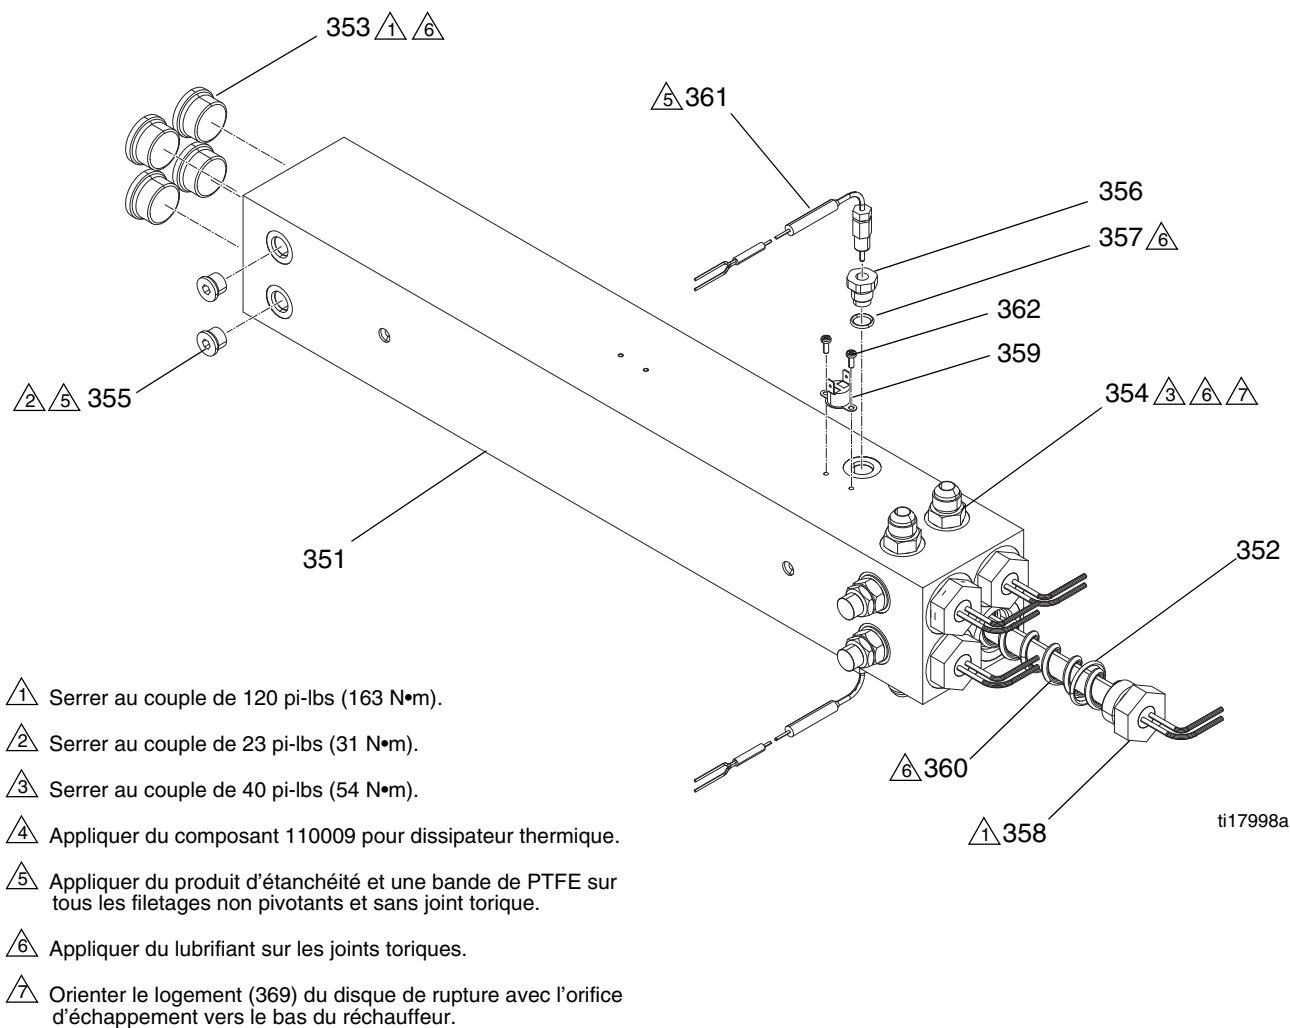

FIG. 7: Chauffage pour zone double (6 ou 10 kW)
5. Voir FIG. 7, page 32. Débranchez les fils conducteurs de l'élément du chauffage hors de la fiche du chauffage. Tester avec un ohmmètre.